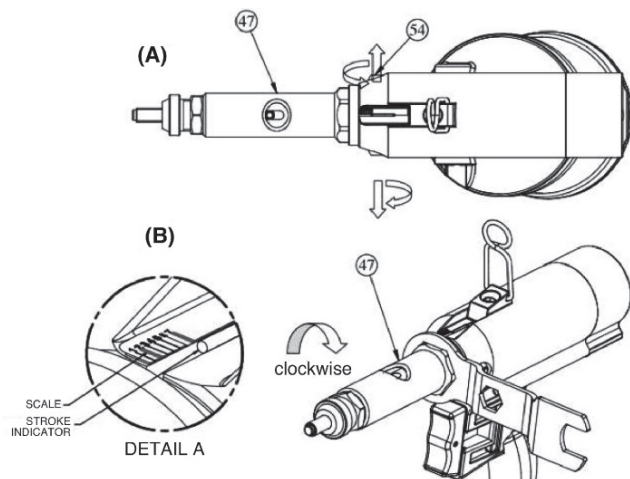

Fig. 2
- Drei metallrøret (47 på fig. 2-A og 2-B) for å oppnå ønsket slaglengde. Slaglengden reduseres når metallrøret dreies med klokken, og omvendt.
- Regulér metallrøret etter den gradinndelte skalaen vist i detalj A på fig. 2. Hver omdreining tilsvarer en regulering på 1,5 mm.
- Stram til de to unbrakoskruene (54) på metallrøret (47).